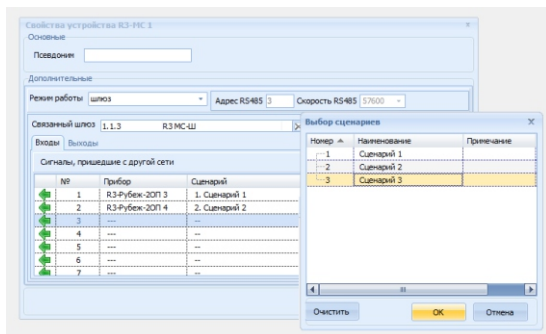

Рисунок 10.5
- в открывшемся окне под закладкой «Входы» привязать добавленные исполнительные сценарии к направлениям R3-MC-III. Для этого нужно с помощью двойного щелчка мыши в строке направления открыть окно «Выбор сценария», выделить нужный сценарий и нажать кнопку ОК (рисунок 10.5).